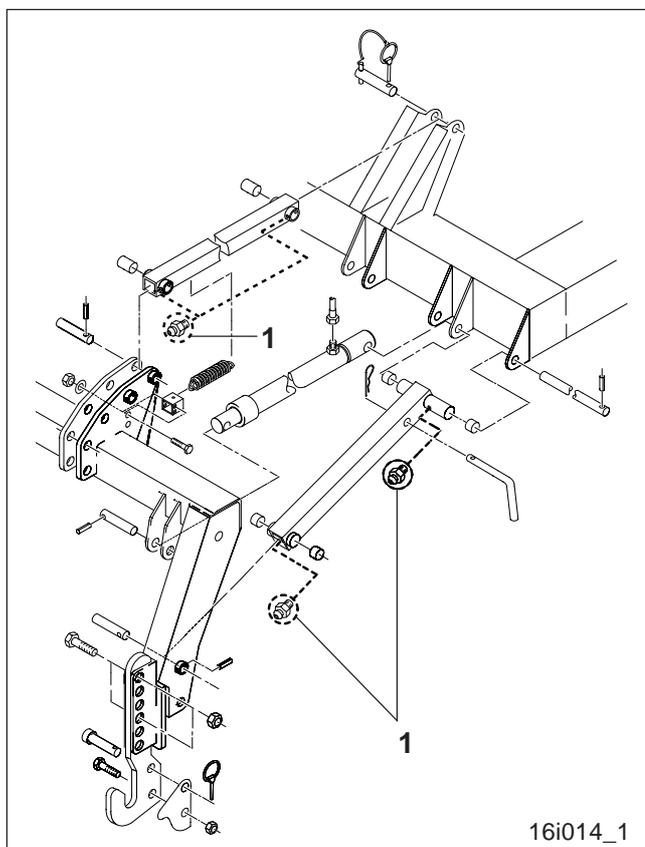

Рис. 5.2
- 18 масленок (Рис. 5.2/1) трех подъемных рам.